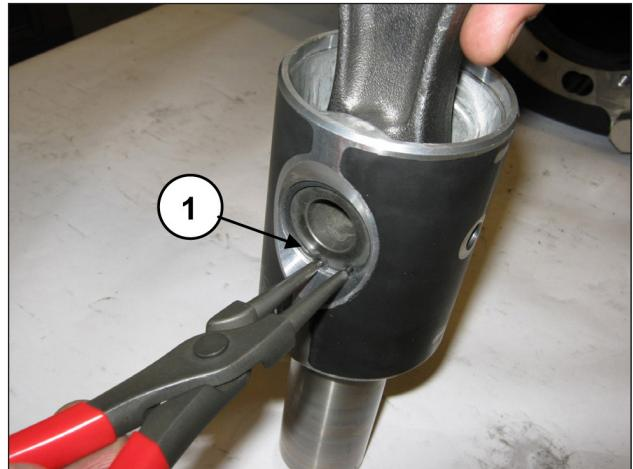
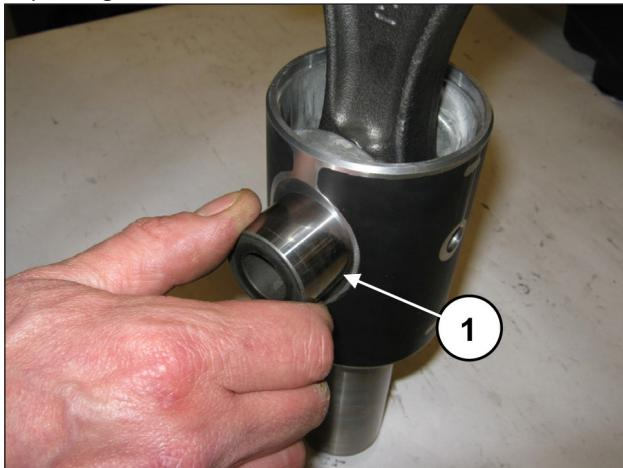
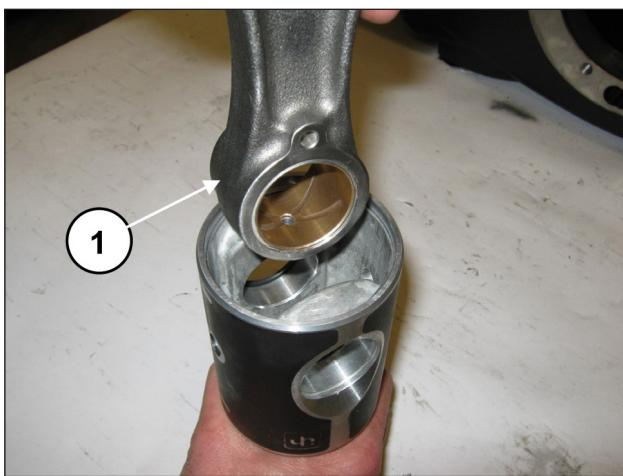

Fig. 39
Fig. 40
Fig. 41
Déposer les deux circlips de maintien de l'axe de piston (rep. ①, Fig. 39).
Dégager l'axe de piston (rep. ①, Fig. 40) et extraire la bielle (rep. ①, Fig. 41).
Introduire la bielle dans le guide de piston (rep. ①, Fig. 41), puis engager l'axe de piston (rep. ①, Fig. 40). Placer deux circlips d'arrêt (rep. ①, Fig. 39).